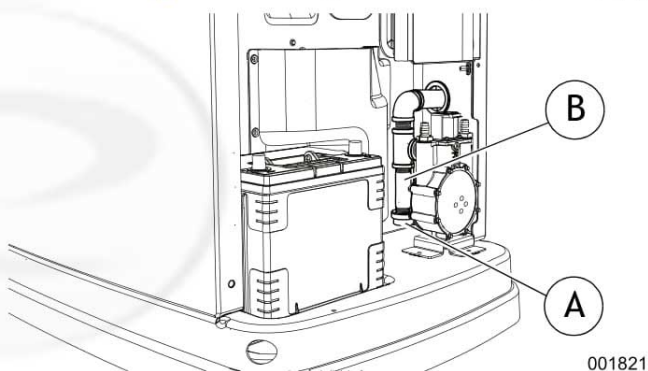

Рисунок 4-7. Очистка шламовой ловушки
5. См. *Рисунок 4-7*. Открутите и снимите крышку (А).